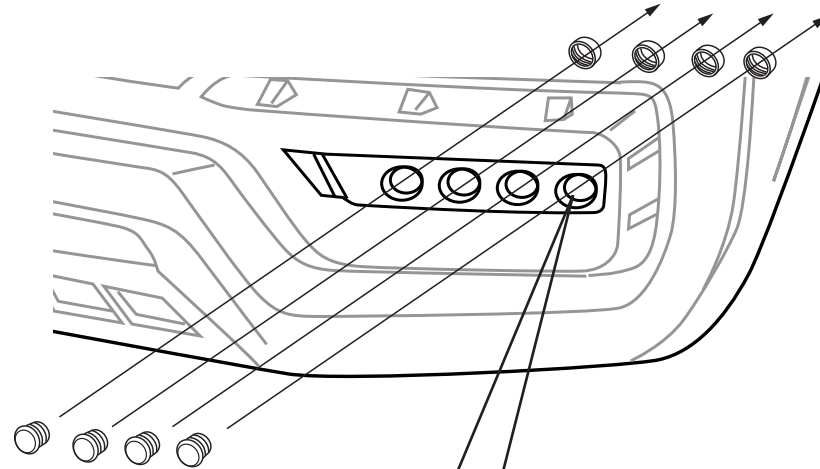

図1 LED 装着説明図
1) 図1を参考にフロントバンパーに、LEDを挟み込む形で仮合わせして下さい。